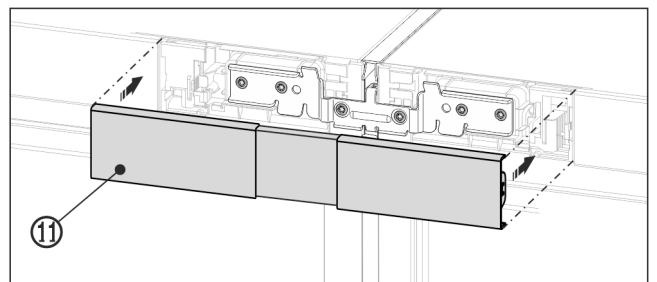

Fig. 23 Esimerkkikuva
- Lukitse ylempi suojus Fig. 23 (11) käyttöpaneelien väliseen avoimeen välitilaan. Varmista, että suojuksen ulkosivut ovat tasoissa käyttöpaneelien kanssa.